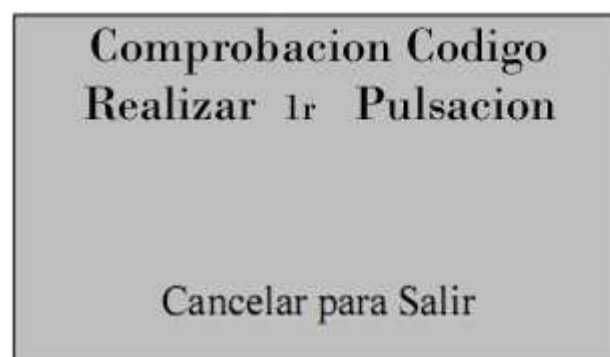

Fig. 5
- Pulsar  e aparecerá no display **“Realizar 1ª pulsación”** (fig.5)